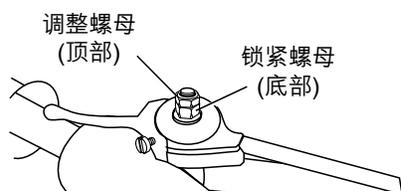

图7. 油门线接收器的调整
7. 油门线的张紧情况可能需要调整。如果需要，拧松**调整螺母**(顶部螺母)，它位于油门线接收器上(图7)，然后拧松或拧紧**锁紧螺母**(底部螺母)。重新紧固**调整螺母**。